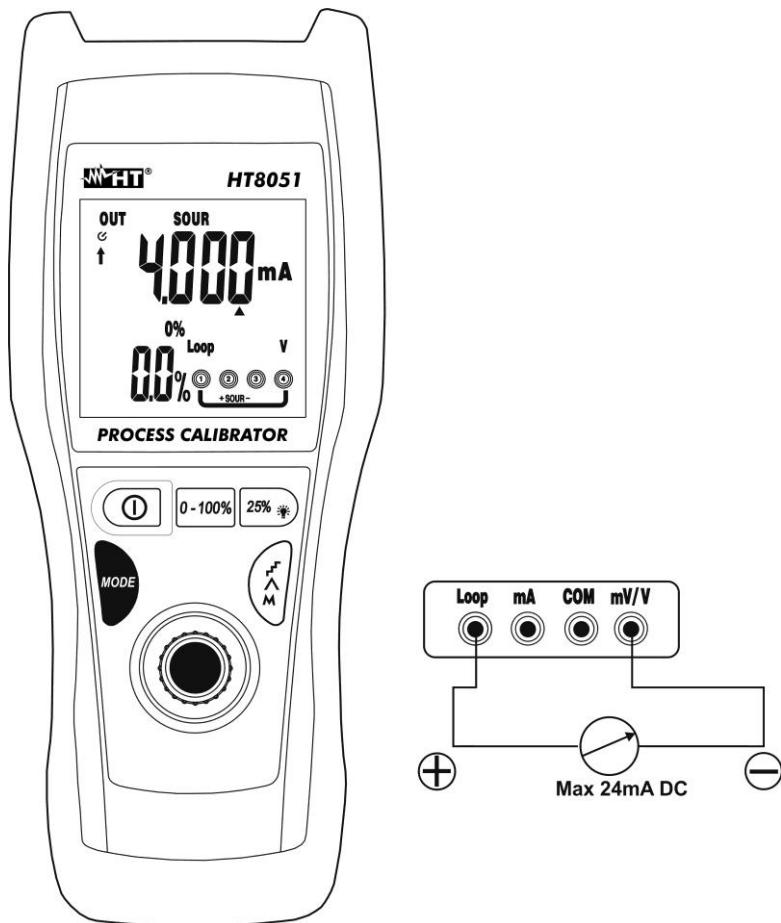

Abb. 6: Erzeugung von Gleichstrom
- Stellen Sie die grün Messleitung und die schwarze Messleitung in die Punkte mit positivem und negativem Potenzial des externen Gerätes, das versorgt werden muss (siehe Abb. 6)
- Zur Erzeugung des negativen Stromwerts drehen Sie die Messleitungen in die umgekehrte Richtung in Bezug auf die Verbindung in Abb. 6